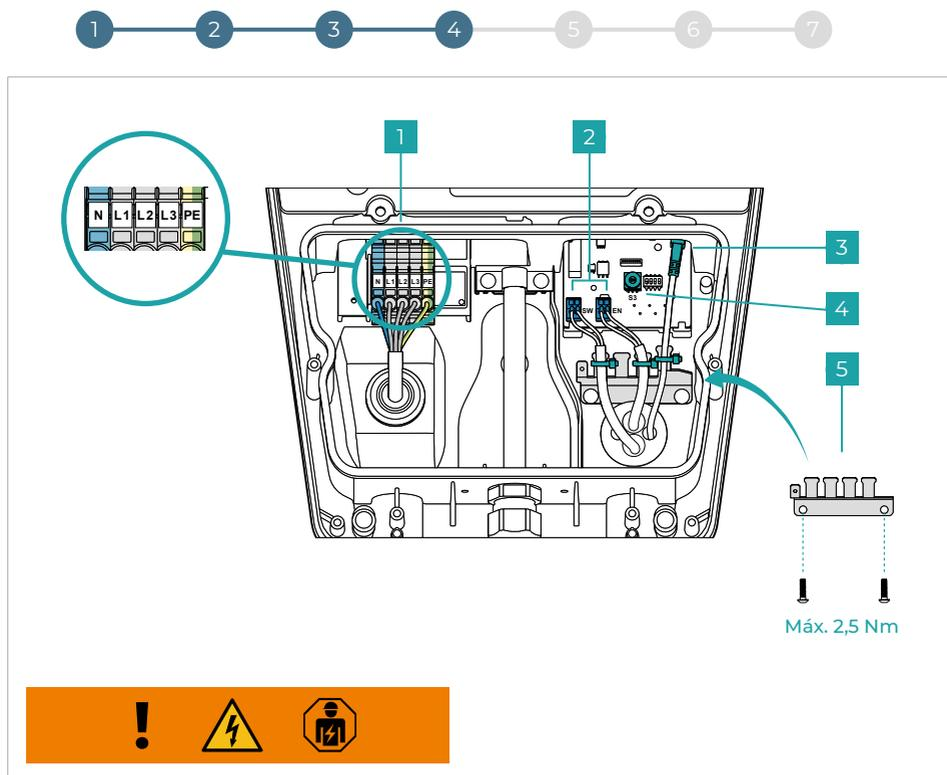
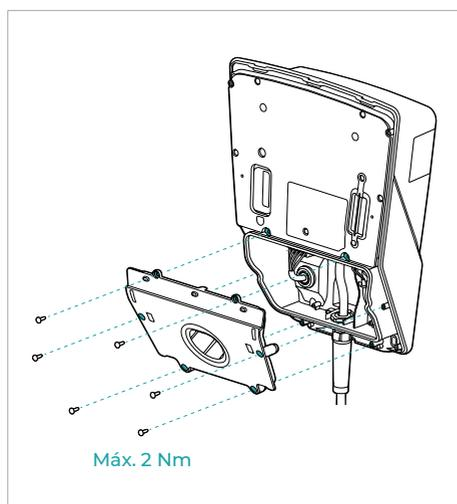

Fig. 6
Fig. 7
De forma opcional se puede conectar un dispositivo de bloqueo externo (p. ej., un interruptor de llave) en la interfaz interna (**fig. 6 - n.º 2 - interfaz EN**).
- Preparar el cable de conexión a la red de forma adecuada ($\varnothing 10 - 20 \text{ mm}$ // máx. $5 \times 6 \text{ mm}^2$) y conectarlo como se indica en la **fig. 6 - n.º 1**. La figura muestra la conexión en tres fases. Para conectar el sistema de carga a la red en una fase, utilizar N, L1 y PE.
- Configurar la corriente de carga máxima de 6 A a 16 A mediante el interruptor giratorio S3 como se indica en la **fig. 6 - n.º 4**.
- Opcional: preparar los cables de datos (entrada digital [EN] / salida digital [SW] y LAN) y conectarlos como se indica en la **fig. 6 - n.ºs 2 y 3**. Para conectar un dispositivo de bloqueo externo a través de una entrada digital, retirar previamente el puente de cables.
Colocar la mordaza de fijación como se indica en la **fig. 6 - n.º 5** y fijar los cables de datos con bridas. Montar la tapa inferior del sistema de carga como se indica en la **fig. 7**.